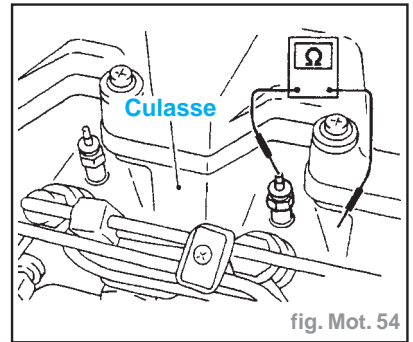

fig. Mot. 54
- Vérifier la continuité de chaque bougie de préchauffage (fig. Mot. 54).